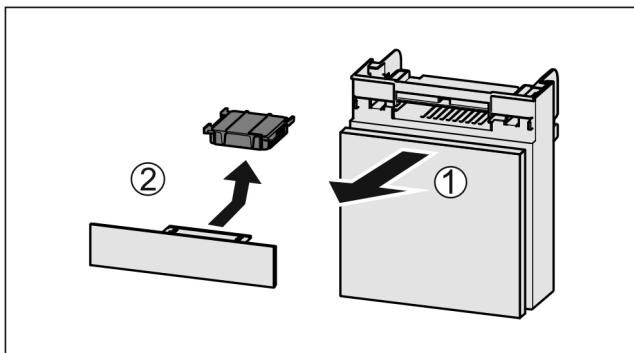

Fig. 166
- Издърпайте Fig. 166 (1) напред отделението.
- Извадете Fig. 166 (2) филтъра с активен въглен.